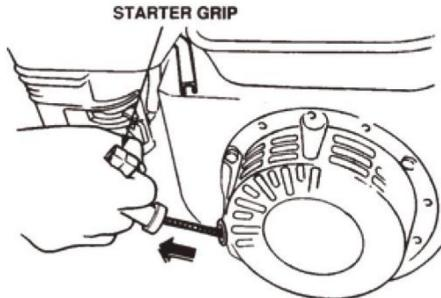

FIG.10
- 9.6 Sujete la empuñadura del motor de arranque (FIG. 10) y extráigala lentamente. La resistencia se vuelve más difícil en una determinada posición, correspondiente a la